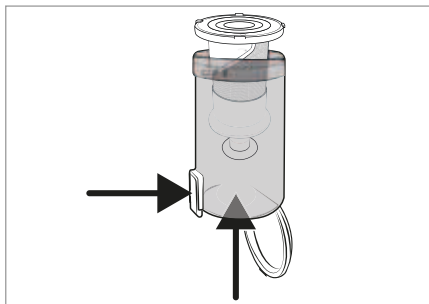

Fig. 20
- 3) Scoateți filtrul din oțel inoxidabil 6 din recipientul de praf 7 prin apăsarea tastei de deblocare a capacului recipientului de praf 8. Apoi îndepărtați filtrul din oțel inoxidabil 6 de jos din recipientul de praf 7 (a se vedea fig. 20).